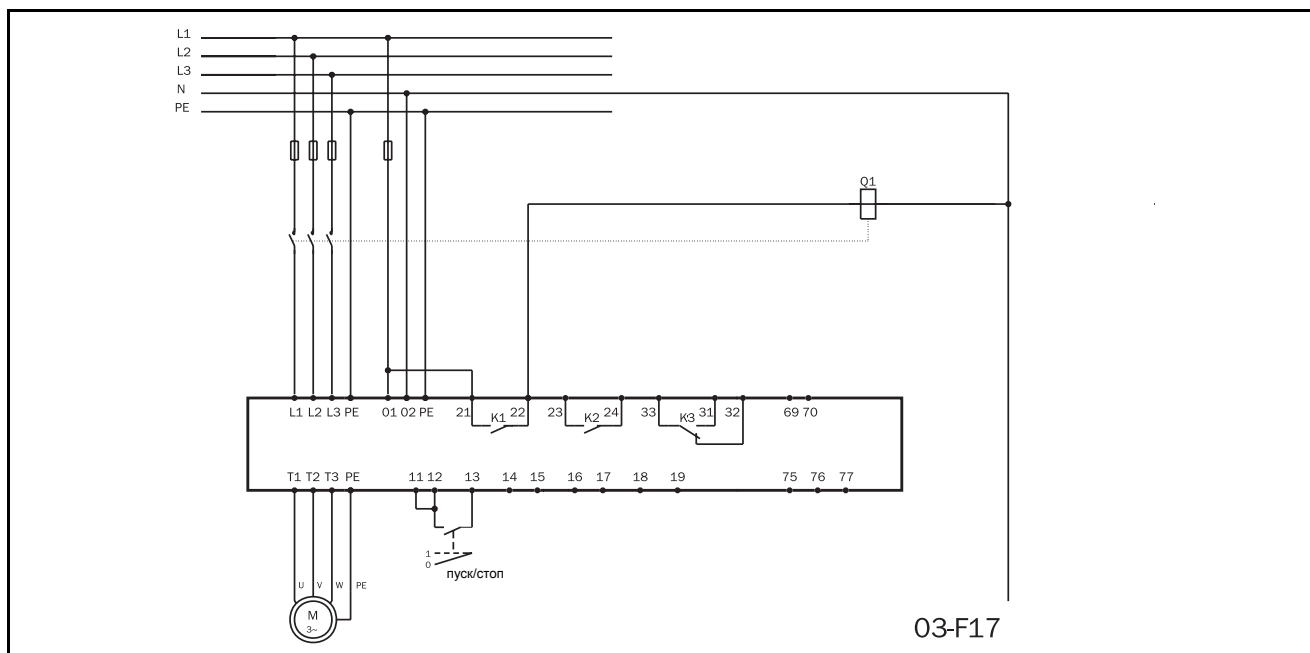

Рис. 6 Стандартное подключение
- Подключите двигатель в соответствии с Рис. 6.